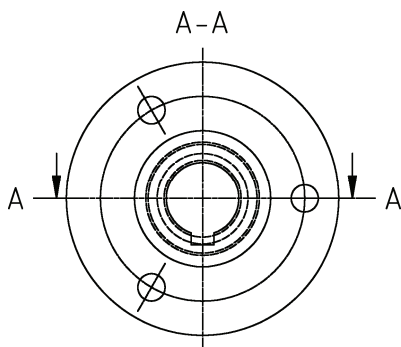

图 2-52 绘制剖切符号
14) 执行“剖切线”命令 (amsectionline), 以“主视图”水平中心线左端点水平靠左的地方为起点, 以水平中心线右端点水平靠右的地方为下一点, 确定, 输入剖切符号 A, 将鼠标移动到水平中心线上方, 单击“确定”, 提示“指定视图名称的原点”, 将鼠标移动到图形正上方单击确定, 如图 2-52 所示。